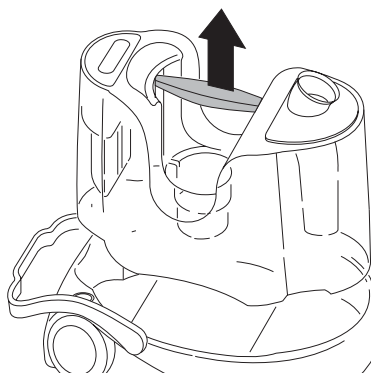

fig. 3
- Estrarre la tanica raccoglilolidi/liquidi H utilizzando l'apposita maniglia prevista sulla tanica (fig. 3).